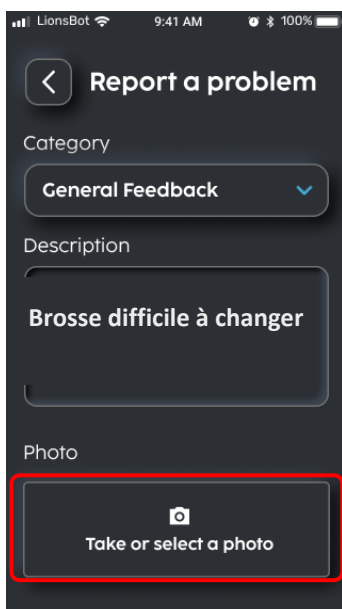

Fig. 4
4. Prenez ou sélectionnez une photo du problème (facultatif) (Fig. 4 et 5).